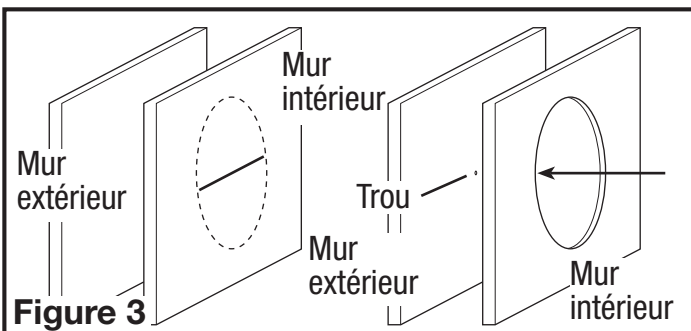

Figure 3
3. Une fois que l'emplacement d'installation a été confirmé, découper un trou de 21 cm de diamètre dans le mur intérieur où le ventilateur sera localisé (**Figure 3**).
4. Percer un petit trou vers l'extérieur au centre du trou de 21 cm de diamètre, de manière à situer adéquatement le châssis extérieur (**Figure 3**).